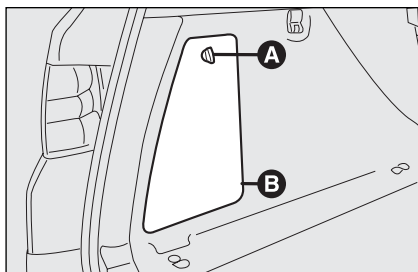

fig. 36
- ☐ tourner la poignée **A-fig. 36** de manière à ouvrir le volet **B**;